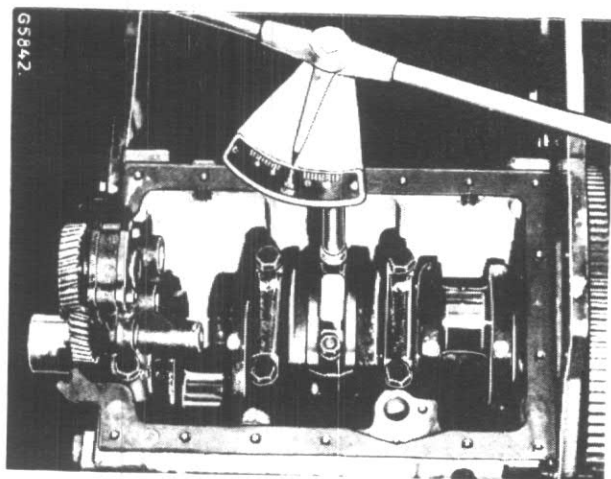

Figure 143
- 1. Serrez dans un premier temps les écrous de bielle à 25 m.N., fig. 143.